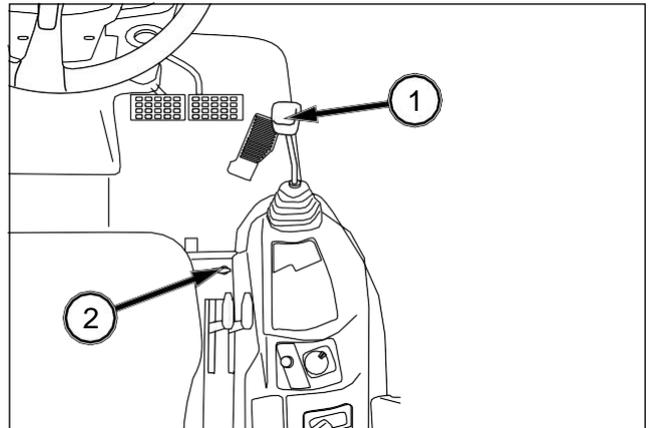

FIG. 132
FIG. 132: La palanca de mando mediante manilla (1) permite controlar la altura de la lanza de carga delantera y la posición de la pala. La palanca se encuentra delante, a la derecha del asiento.